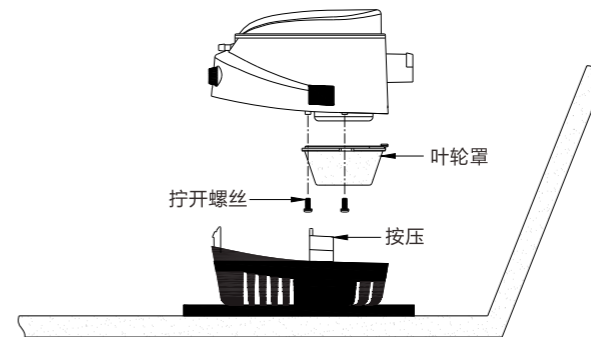

图3
- 移除泵的底座(看图3)
- 清洗过滤网,按住两边的卡扣提起泵就可以进行了,请看(图3)。